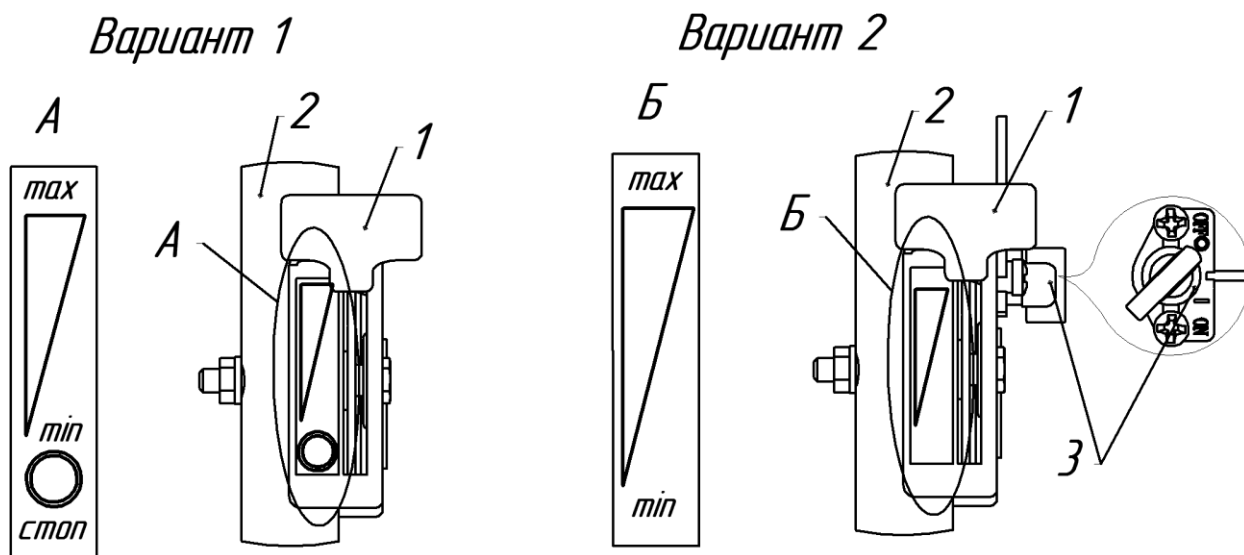

Рис.7 Дистанционное управление двигателем
**Ручка газа** (рис.1, рис.7) – расположена на правой рукоятке руля, предназначена для управления положением дроссельной заслонки двигателя и его остановки.
43. В аварийных ситуациях остановите двигатель при помощи аварийного останова на двигателе или на рычаге газа (рис.7, 8).
Отпустите рукоятку включения сцепления. Переведите ручку управления газом на руле в положение "СТОП" (см. рис.7, 8):